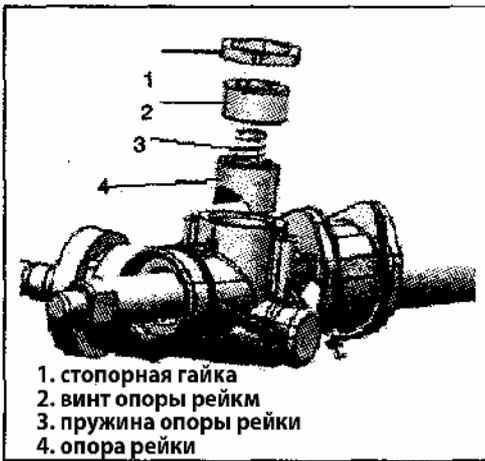

Рис. 447
- 2) Снимите другие детали, показанные на рисунке (Рис.447).